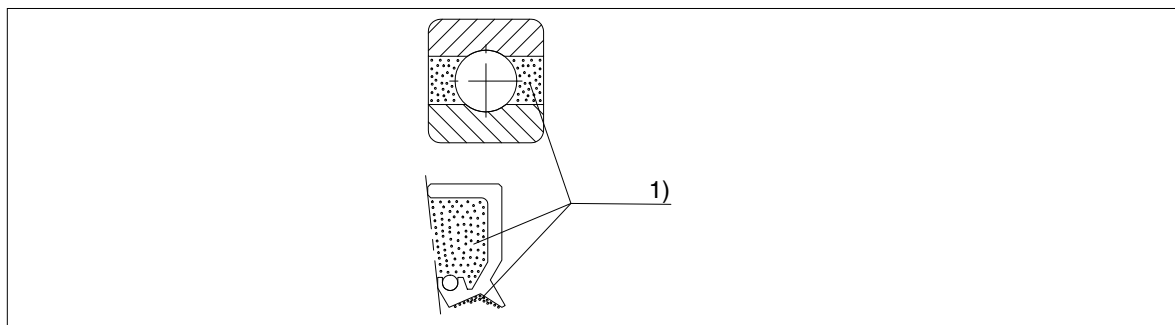

Рис. 18: Смазать консистентной смазкой подшипники качения и сальники
В промежутки между подшипниками качения не заполнять дополнительную консистентную смазку (смотри рис. 18).
- Уплотнительные кольца вала (111, 132, 183, 193, 199) монтируются, с заполнением густой смазкой, между пылезащитной и уплотнительной фаской (смотри рис. 18).